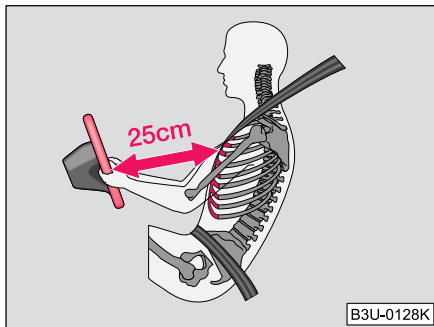

Fig. 102 Bonne distance par rapport au volant
- Il est important que le conducteur et le passager avant soient au minimum à 25 cm du volant et du tableau de bord ⇒ **fig. 102**. Les sacs gonflables ne peuvent pas vous protéger si vous en êtes plus près - danger mortel ! Les sièges avant et les appuie-tête doivent en outre toujours être ajustés en fonction de la taille des personnes.